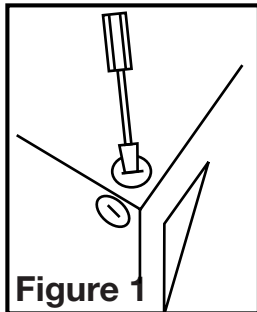

Figure 1
- Choisir un emplacement pour votre ventilateur. Pour garantir la meilleure qualité d'air et performance acoustique, il est recommandé que la longueur de la canalisation et le nombre de coudes soient réduits au minimum, que le rayon de chaque coude soit aussi grand que possible pour l'installation, et que des conduits rigides isolés soient utilisés. Ce ventilateur nécessitera au moins 20,3cm (8po) de dégagement dans le plafond ou le mur, et s'installe au travers de cloison sèche d'une épaisseur de jusqu'à 1,9cm(3/4po). Le ventilateur s'installe entre 40,6cm ou 61cm (16po ou 24po) au centre des solives à l'aide des quatre (4) traverses de montage incluses.
- Sélectionner l'alvéole défonçable la mieux appropriée et l'enlever à l'aide d'un tournevis à lame plate (Figure 1).